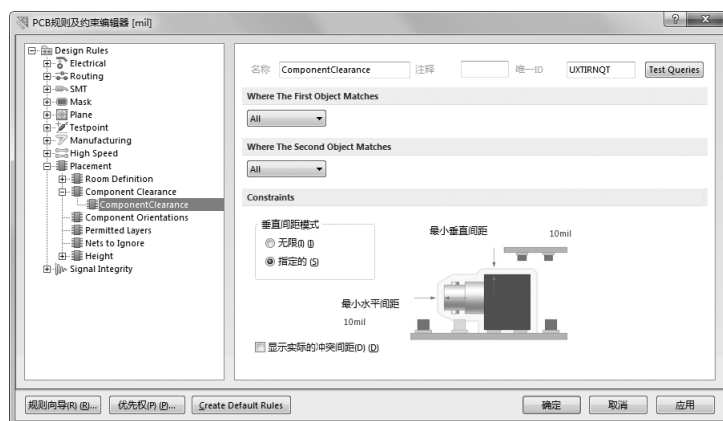

图 8-3 “Component Clearance” 选项设置对话框
(2) “Component Clearance (元件间距限制规则)” 选项：用于设置元件间距，图 8-3 所示为该选项的设置对话框。PCB 可以定义元件的间距，该间距会影响到元件的布局。